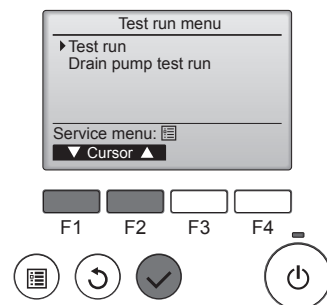

Fig. 7-2
- 2 Seleccione "Test run" (Modo prueba) desde el menú Modo prueba, y pulse el botón [ACEPTAR]. (Fig. 7-2)